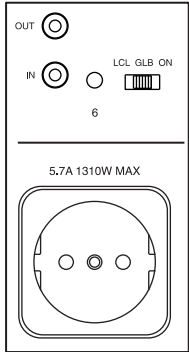
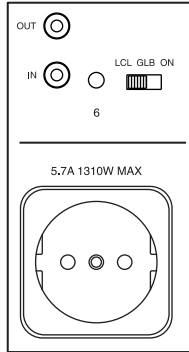
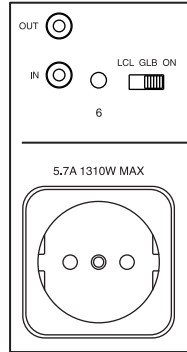

Abbildung 15
Abbildung 16
Abbildung 17
Die Wechselstrom-Ausgangssteckdosen Nr. 3 bis 6 können einzeln konfiguriert werden, um mittels unterschiedlicher Methoden unter Anwendung der Schalter an der Rückwand aktiviert zu werden. Die erste Variante besteht in der Anwendung der Standardkonfiguration (Schalter in der Global-Stellung (GLB), wobei die Ausgangssteckdose so gesteuert wird, dass sie über den Eingang der globalen Stromsteuerung des MPC1500 oder über den Stromsteuerungs-Schaltknopf an der Frontplatte des MPC1500 ein- bzw. ausgeschaltet wird (siehe Abbildung 15 auf der nächsten Seite). Die zweite Variante besteht darin, jede der Wechselstrom-Ausgangssteckdosen (Nr. 3 bis 6) über den Eingang der lokalen Stromsteuerung für die einzelnen Ausgangssteckdosen des MPC1500 unabhängig ein- bzw. auszuschalten, indem der Schalter an der Rückwand des MPC1500 in die Lokal-Stellung (LCL) gebracht wird (siehe Abbildung 16). Die dritte und letzte Variante besteht darin, die Wechselstrom-Ausgangssteckdosen Nr. 3 bis 6 ständig eingeschaltet zu haben, indem der Schalter an der Rückwand des MPC1500 in die Ein-Stellung (ON) gebracht wird (siehe Abbildung 17).